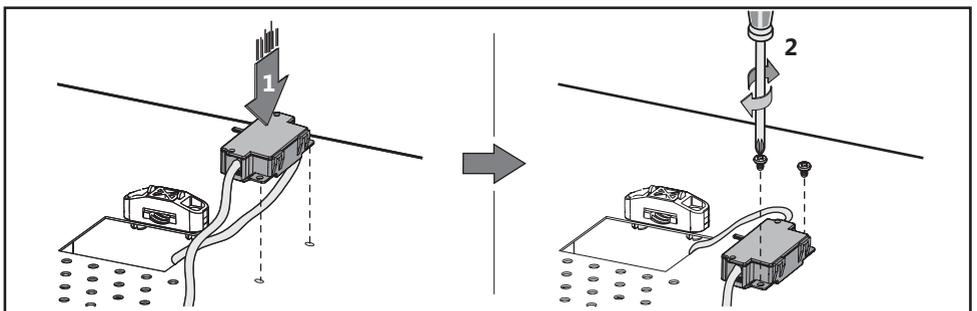

Fig.5
- Fixar a caixa de alimentação na parte superior do exaustor com os parafusos fornecidos de série (Fig. 5).